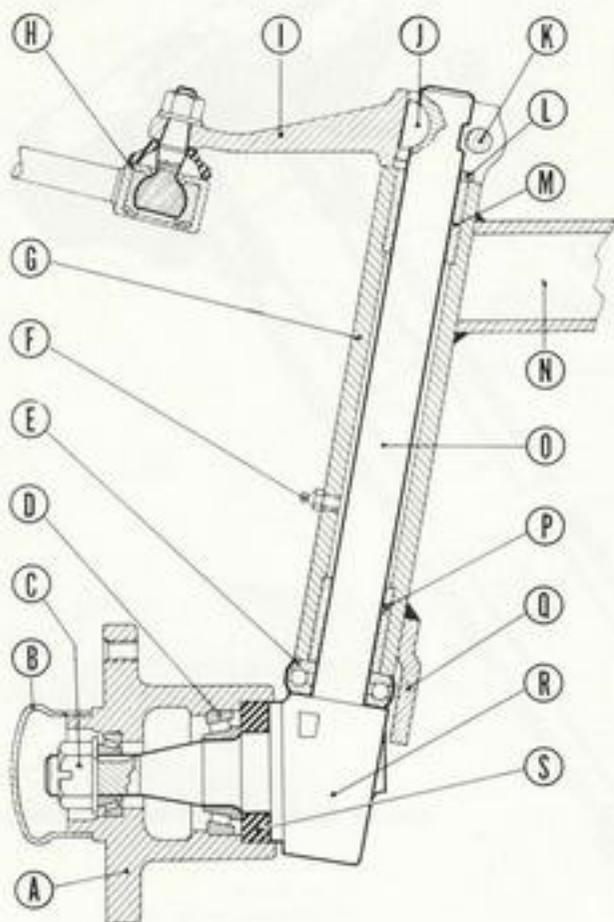

Fig. 4
G) Pivots et fusées (fig. 4).
H) Moyeux (fig. 4).